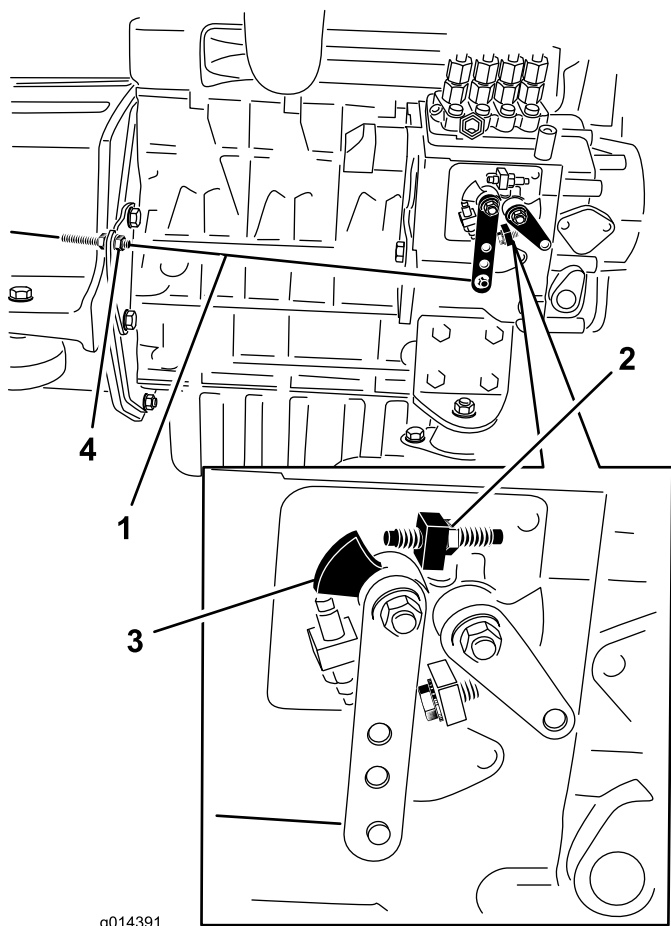

Figura 35
2. Verificate la posizione della leva di selezione della velocità sulla pompa di iniezione del carburante del motore. La leva di selezione della velocità dovrebbe venire a contatto con la vite di velocità elevata quando la leva dell'acceleratore è in posizione (di arresto) accelerata (Figura 35).
3. Se necessario, è possibile regolare la posizione dei controdadi del comando dell'acceleratore in modo tale che la leva di selezione della velocità venga a contatto con la vite di velocità elevata quando la leva dell'acceleratore è in posizione (di arresto) accelerata (Figura 35). **Non regolate la vite di velocità elevata sulla leva di comando della velocità.**